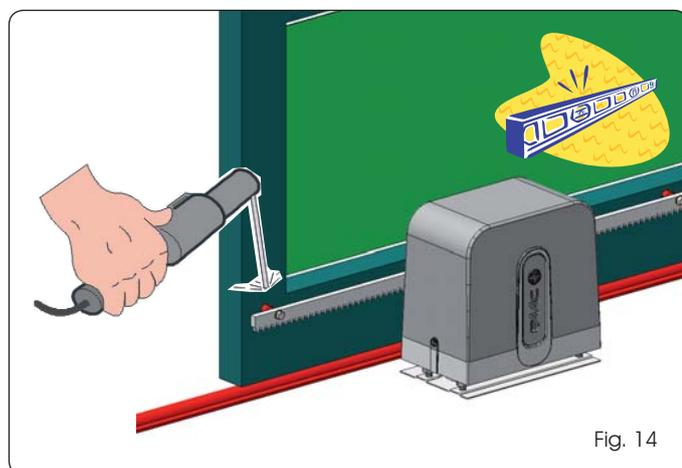

Fig. 14
3. Appoggiare sul pignone il primo pezzo di cremagliera a livello e saldare il nottolino filettato sul cancello come indicato in Fig. 14.